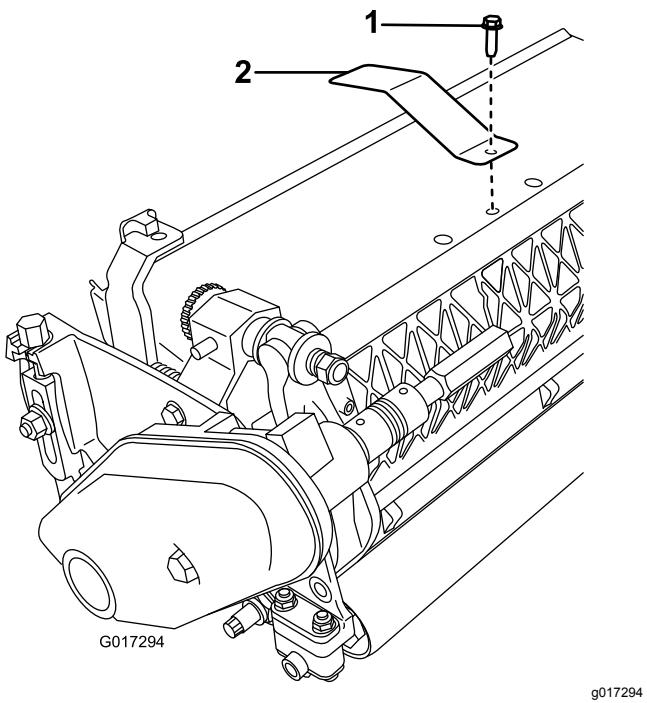

Figura 4
1. Rimuovete il bullone centrale del carter dell'erba (Figura 4).
2. Montate la piastra di misurazione sopra l'elemento di taglio tramite il bullone che avete rimosso in precedenza (Figura 4).